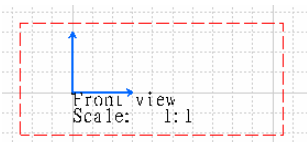

图 6-40
- View name (视图名称): 选中该复选框后创建视图时会自动生成视图名称标注, 如图 6-40 所示的 Front view。
如图 6-40 所示的 Scale: 1:1。
- View frame (视图框): 选中该复选框后创建视图时会自动生成视图框, 如图 6-40 所示的虚线方框。